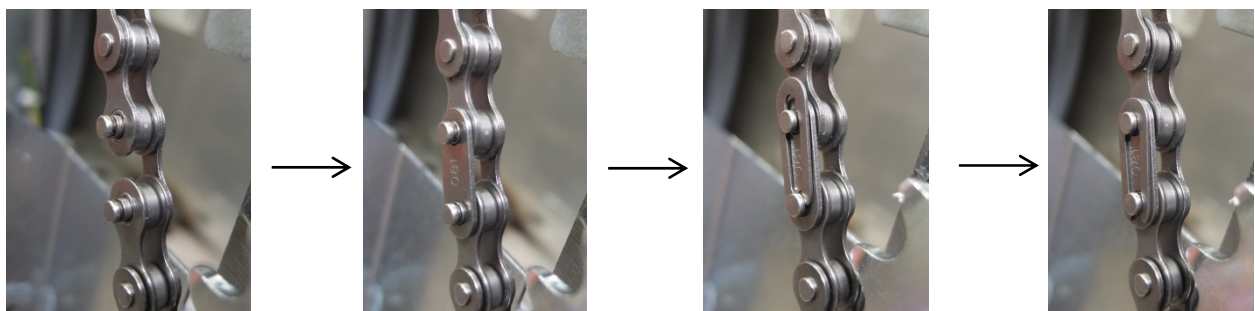
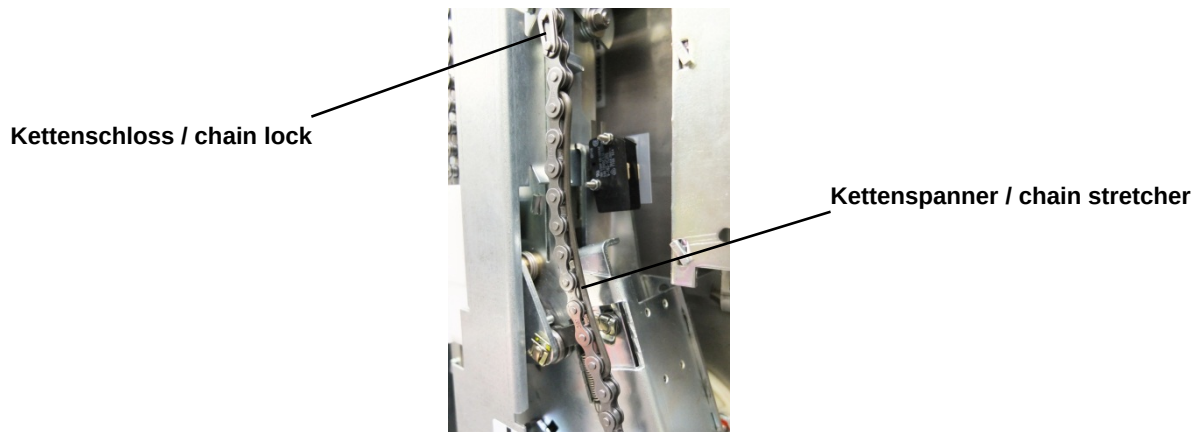

Abb. 14: Montagefolge Kettenschloss / pict.14: assembly sequence chain lock
Abb. 15: Kettenspanner / pict.15: chain stretcher
- Die bereits eingelegte Kette über das Kettenrad des Motorantriebs führen, Kettenspanner (8) einsetzen (s. Abb. 15) und mit Kettenschloss (7) (s. Abb. 14) verschließen.
- Direct the already inserted chain over the chain wheel of the motor drive, engage chain stretcher (8) (see pict. 15) and lock it with the chain lock (7) (see pict. 14).